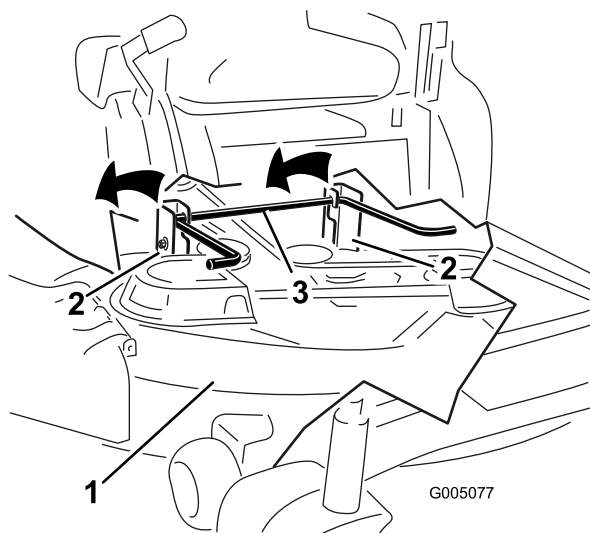

Figure 62
6. Soulevez et enlevez le tablier de coupe et les supports de la tige de levage arrière et abaissez la tondeuse au sol avec précaution (Figure 62).
5. Soulevez l'arrière du tablier de coupe et guidez les supports sur la tige de levage arrière (Figure 62).
5. Positionnez le ressort sur la tige comme montré à la Figure 62, de sorte que l'extrémité la plus courte du ressort sorte du dessous de la tige avant le coude et passe par-dessus la tige à son retour.